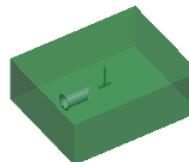

图 15.17 创建复制曲面
Step4. 通过曲面复制的方法复制图 15.17 所示参考模型上的表面。